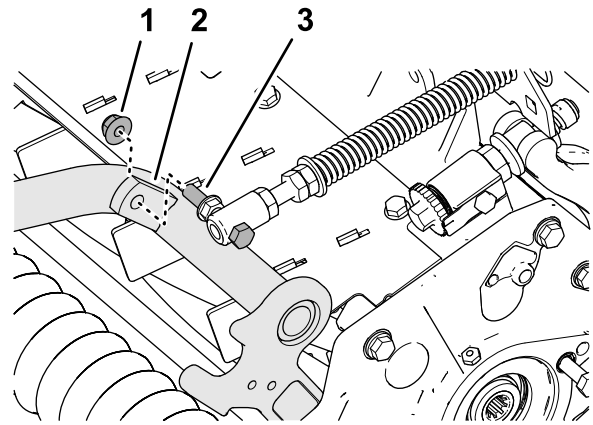

**Bild 17**
2. Entfernen Sie die beiden Sicherungsbundmutter ( $\frac{3}{8}$ ") und die beiden Schlossschrauben ( $\frac{3}{8}$ " x  $1\frac{1}{4}$ "), mit denen die Halterung des Rasenkompensierung am Rahmen des Mähwerks befestigt ist (**Bild 17**).